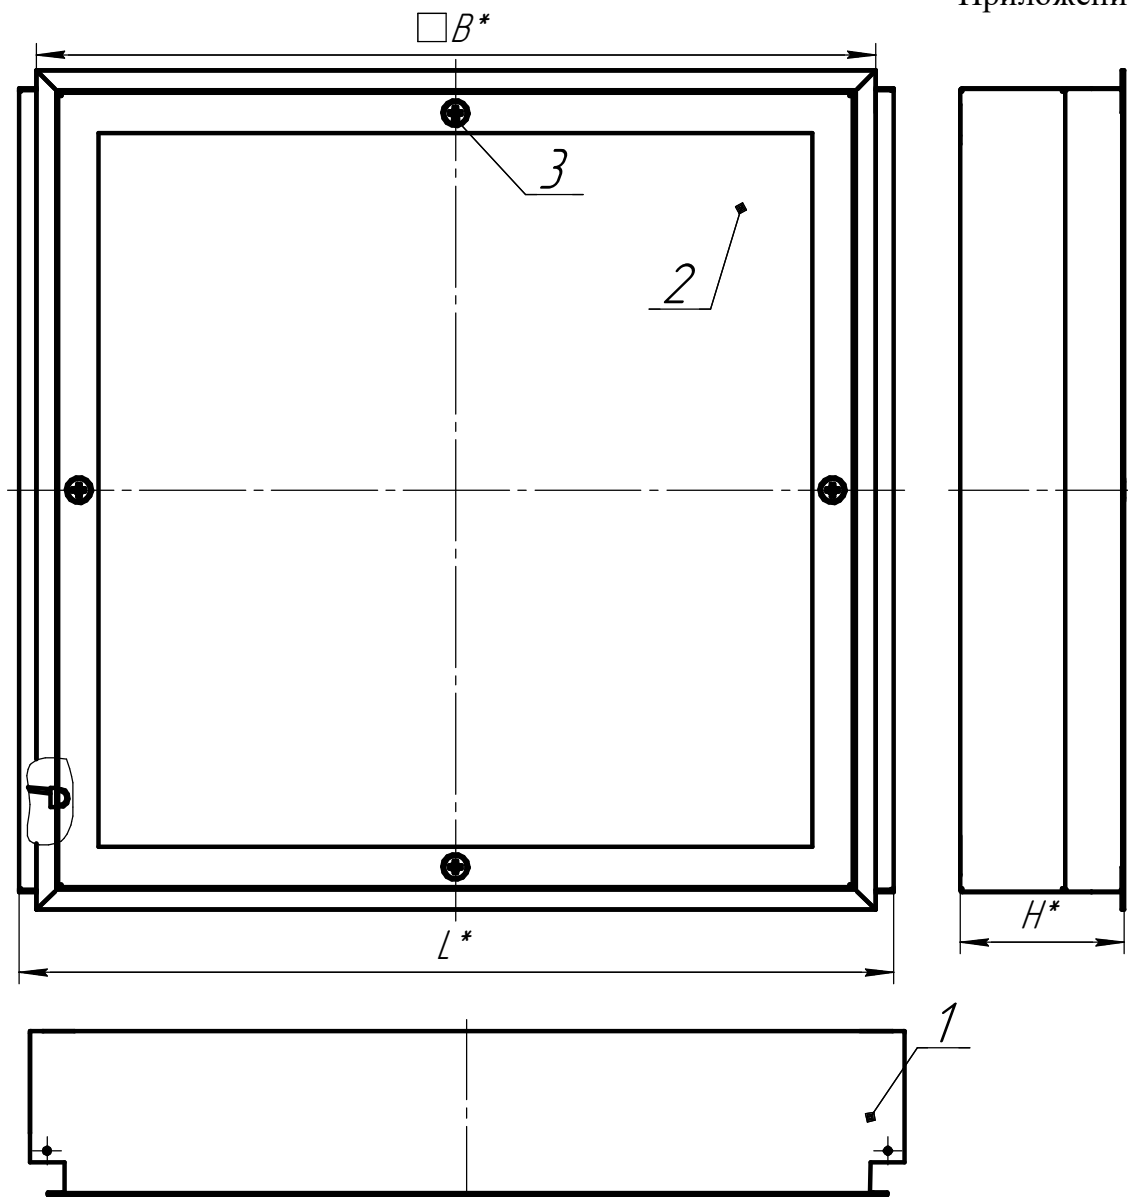

Рисунок 1
4.1 Светильник состоит: из корпуса в сборе поз.1, в котором размещена электрическая схема; обечайки в сборе поз.2 которая закреплена на корпусе в сборе при помощи винтов поз.3 рисунок 1.
6.2. Снимите обечайку в сборе поз.2 рисунок 1 предварительно открутив 4 винта поз.3.
6.10. Установите обечайку в сборе поз.2 рисунок 1 на корпус в сборе поз.1, предварительно закрутив 4 винта поз. 3 при помощи отвертки .